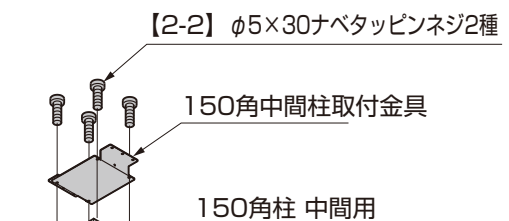

図4-32
- ①柱 中間用に中間柱取付金具を、【2-2】で取付けてください。(図4-32参照)